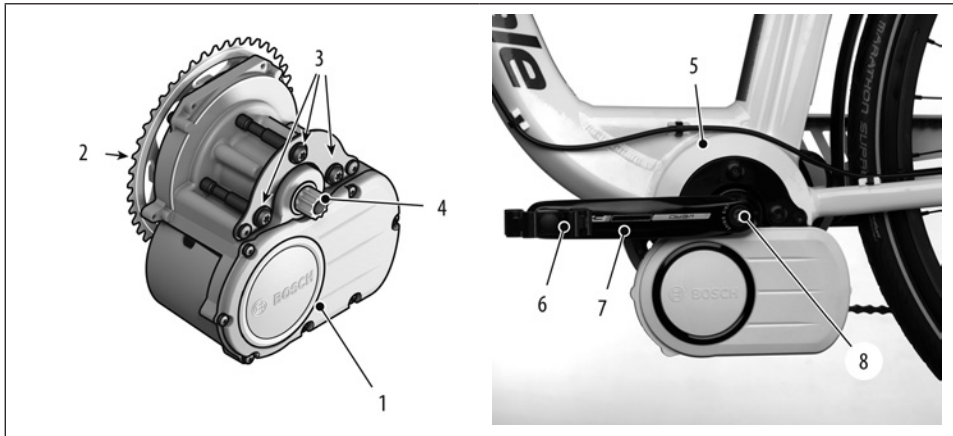

Abbildung 2.
Siehe Abbildung 2. Die BOSCH-Antriebseinheit (1) wird an das Tretlager im Rahmen (5) montiert. Die Kabel für HMI-Einheit, Batterie und Geschwindigkeitssensor werden durch Rahmen geführt.